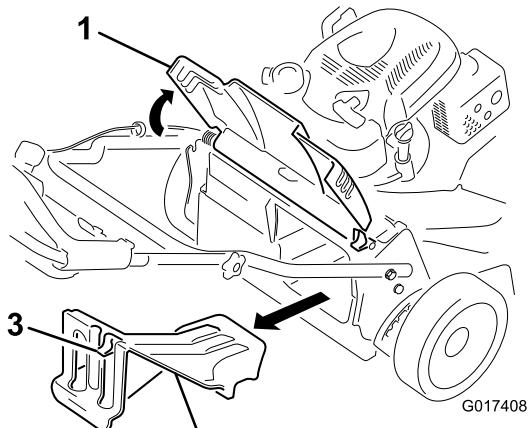

Рисунок 25
- 2. Снимите заднюю выпускную заглушку, нажав вниз на защелку большим пальцем и вытянув заглушку из машины (Рисунок 25).
1. Поднимите и удерживайте заднюю крышку (Рисунок 25).